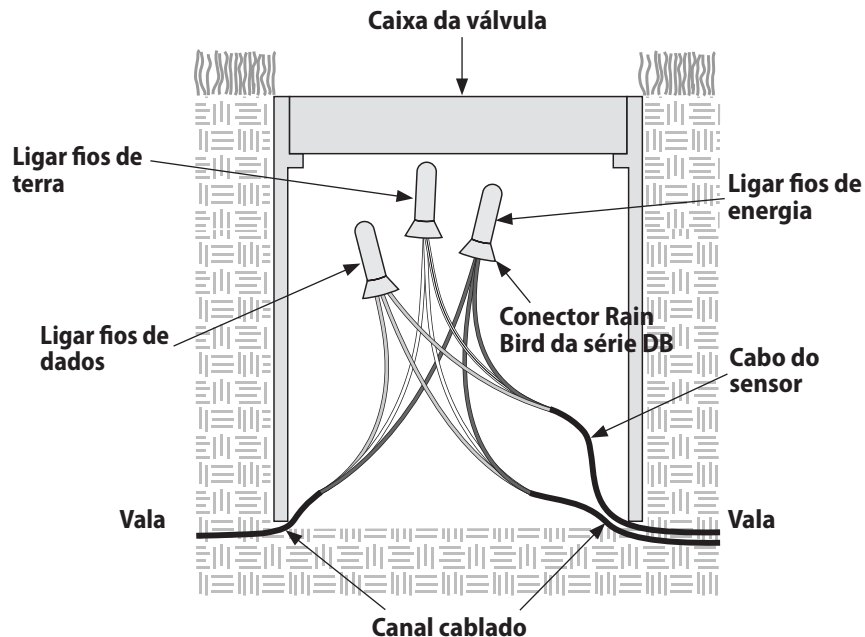

Figura 11 - Diagrama das Ligações da Caixa da Válvula
- 1 Em cada caixa de válvula, localize e identifique o canal cablado e o cabo do sensor, como mostrado na Figura 11.